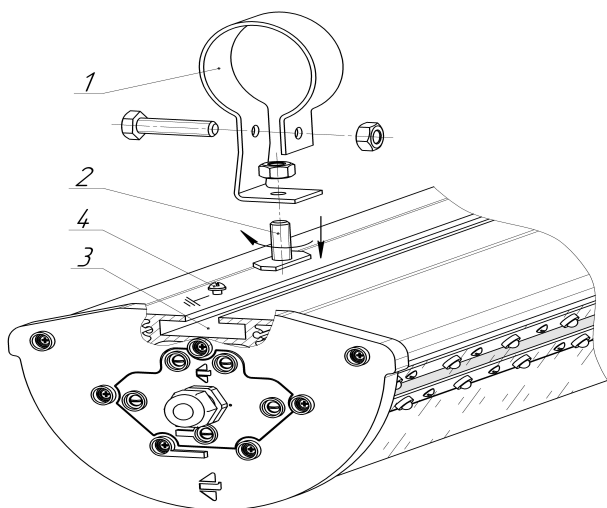

Рис.2 Крепление светильника
2.2.1 Монтаж светильника на опоры освещения и элементы металлоконструкций производить с помощью двух хомутов (см. рис.2 поз.1). Крепление хомутов к светильнику производить с помощью болтового соединения, где болт (рис.2 поз.2) устанавливается в Т-образный паз (рис.2 поз.3), выполненный в основании корпуса светильника и проворачивается на 90° до упора.
-подключение провода внешнего заземления производится к винту, расположенному на корпусе светильника (рис.2 поз.4) и имеющему маркировку « \perp ».